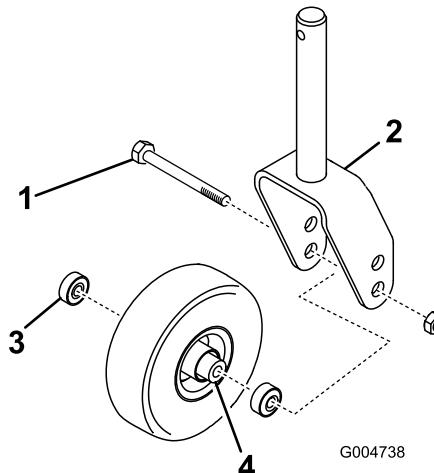

Bild 97
- Entfernen Sie die Sicherungsmutter von der Schraube, mit der das Laufrad zwischen der Laufradgabel oder am Laufradgelenkarm (Bild 97) befestigt ist.
- Halten Sie das Laufrad fest und schieben die Schraube aus der Gabel oder vom Gelenkarm ab (Bild 97).
- Entfernen Sie das Lager aus der Radnabe und lassen das Lagerdistanzstück herausfallen (Bild 97).
- Entfernen Sie das Lager aus der gegenüberliegenden Seite der Radnabe (Bild 97).